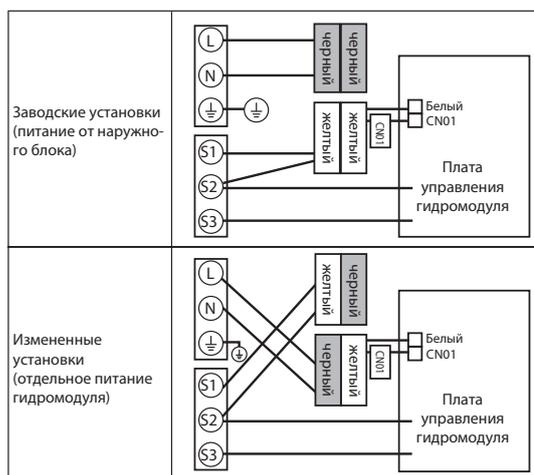

Рис. 3.2.11
- Измените подключение разъемов в блоке управления гидро модуля (смотрите. рис. 3.2.11).